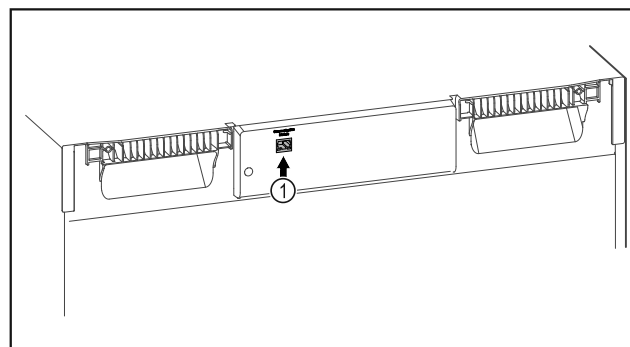

Fig. 102
- ☐ SmartModule Fig. 102 (1) ist eingesetzt.